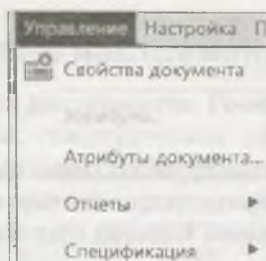

Рис. 3.10. Выпадающее меню пункта Управление
- ♦ **Управление** — содержит команды для создания атрибутов, отчетов и спецификаций (рис. 3.10);